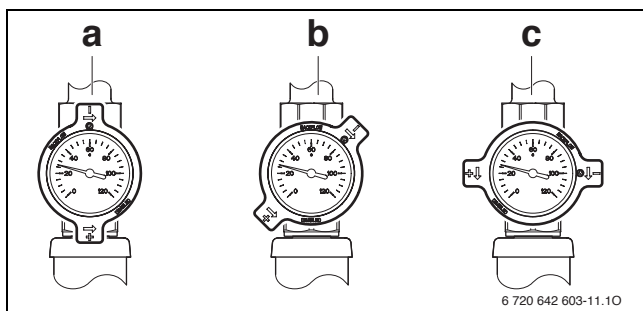

Fig. 18 Dispositivo de cierre con freno por gravedad en la alimentación
- ▶ Abrir los frenos por gravedad de la alimentación y el retorno (→ fig. 18 y 19, pág. 14).